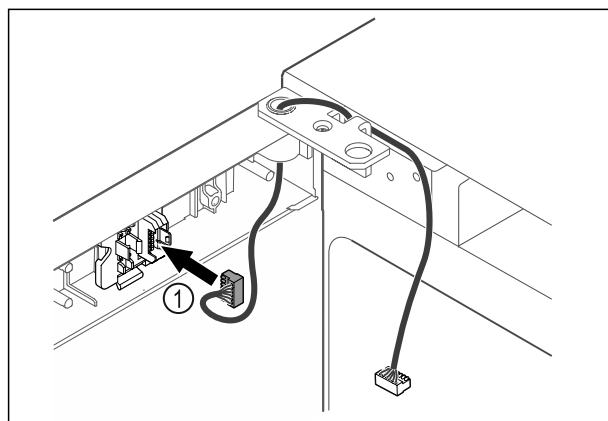

Fig. 41
- Utaknite utikač Fig. 41 (1) u držač utikača.